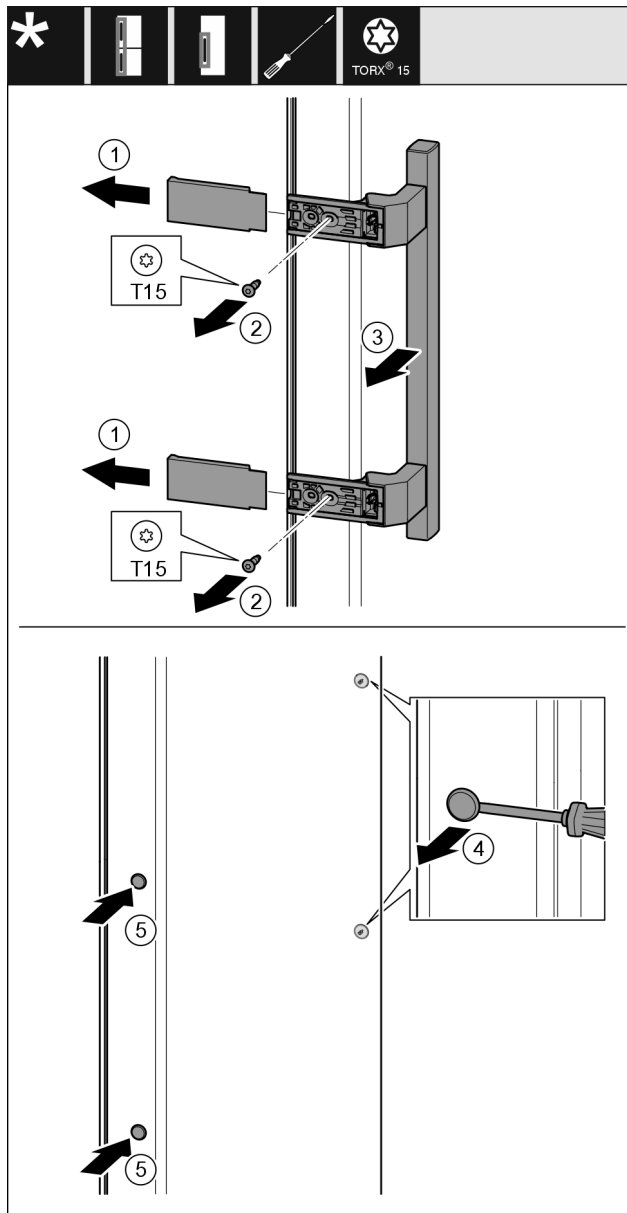

Fig. 24
- Togliere la copertura Fig. 24 (1).
- Estrarre le viti Fig. 24 (2) con un cacciavite.
- Rimuovere la maniglia Fig. 24 (3).
- Sollevare il tappo laterale Fig. 24 (4) con cautela con un cacciavite a intaglio ed estrarlo.
- Reinserire il tappo Fig. 24 (5) sull'altro lato.